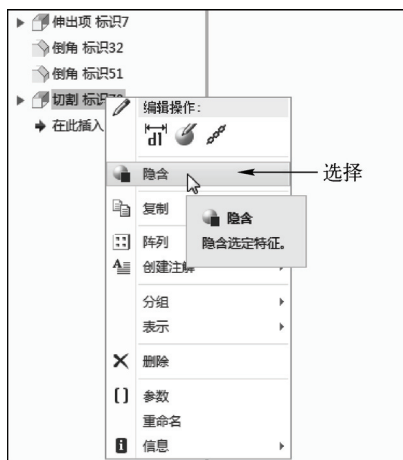

图 7-2 选择“隐含”选项
STEP 02 在模型树中选择“切割 标识 70”选项, 单击鼠标右键, 在弹出的快捷菜单中选择“隐含”选项, 如图 7-2 所示。